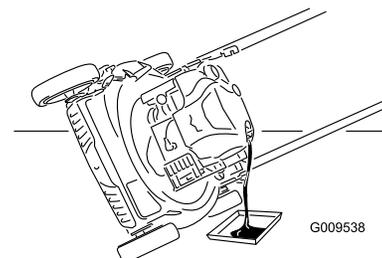

Рисунок 18
3. Для слива отработанного масла через маслозаливной патрубкок переверните газонокосилку набок воздушным фильтром вверх (Рисунок 18).